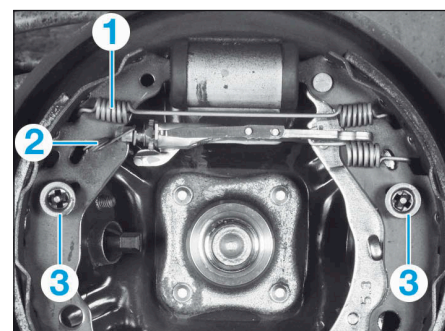

FIG.14
- Déposer (Fig.14) :
- le ressort supérieur (1) à l'aide d'une pince pour segment de frein,
- le ressort (2) du système de rattrapage de jeu,
- les dispositifs de maintien (3) en maintenant la tige de liaison au contact du plateau de frein.